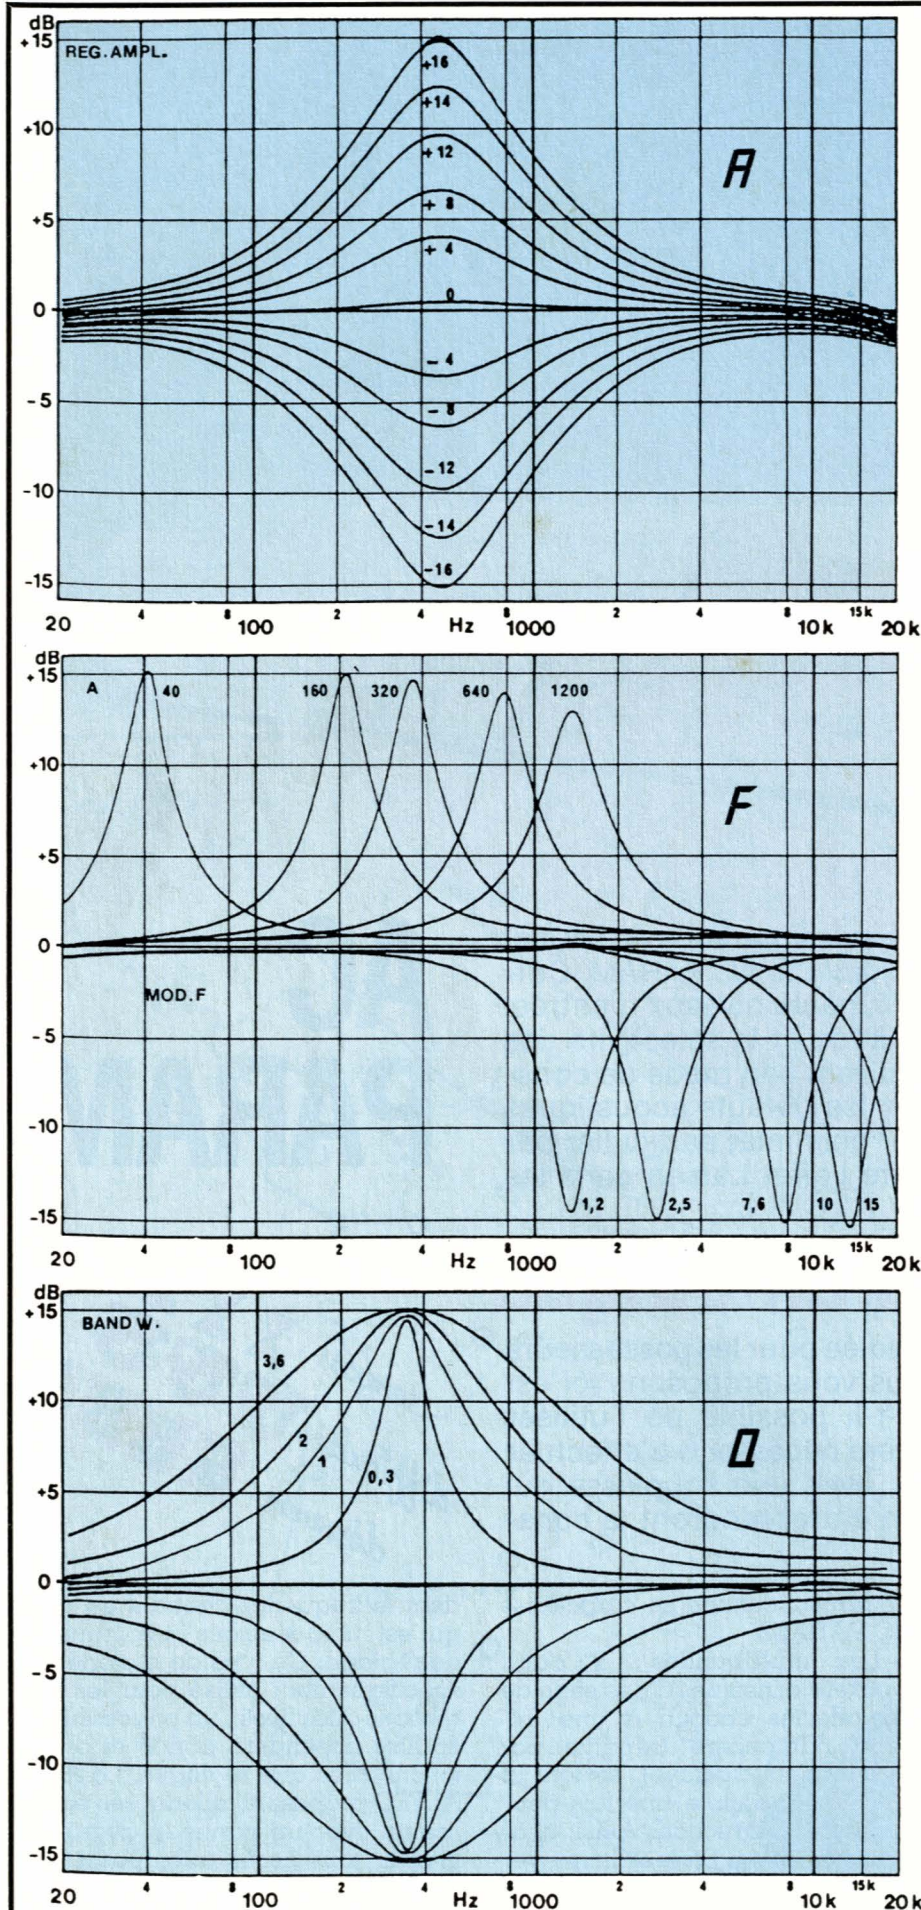

Figure 1 - Courbes mettant en évidence les variations des trois paramètres.
Figure 1 a - Variation de l'amplitude à une fréquence fixe (ici 500 Hz). Les tracés s'arrêtent à $(\pm) 16$ dB mais il faut noter que la réalisation permet d'obtenir $(\pm) 18$ dB.
Figure 1 b - Déplacement en fréquence. Les tracés positifs concernent la cellule grave, les tracés négatifs la cellule aigue. Bien entendu toutes les positions intermédiaires sont possibles.
Figure 1 c - Variation de la sélectivité du filtre (Q). Le troisième paramètre est plus rarement modifiable que les deux précédents.
— **Le « vrai » paramétrique** : Il se comporte pour l'essentiel comme son petit frère : réglage d'efficacité, choix de la fréquence centrale, mais en plus il s'ajoute un réglage de sélectivité, ou largeur de bande. La **figure 1** illustre bien ses trois actions. En **figure 1 a** on reconnaît l'influence du réglage d'efficacité, **figure 1 b** on peut voir les variations possibles des fréquences centrales des filtres. Il est à noter que les bandes « graves » et « aigues » sont séparées et que ce sont deux filtres qui se répartissent, l'un de 35 à 1200 Hz, l'autre de 1200 Hz à 20 kHz, la bande audio totale. Notons aussi que les courbes tracées ont une sélectivité constante d'à peu près un tiers d'octave. Enfin en **figure 1 c**, on découvre le dernier